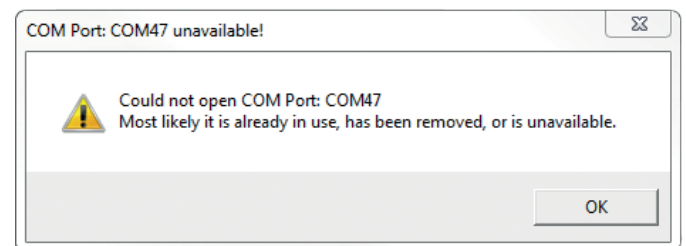
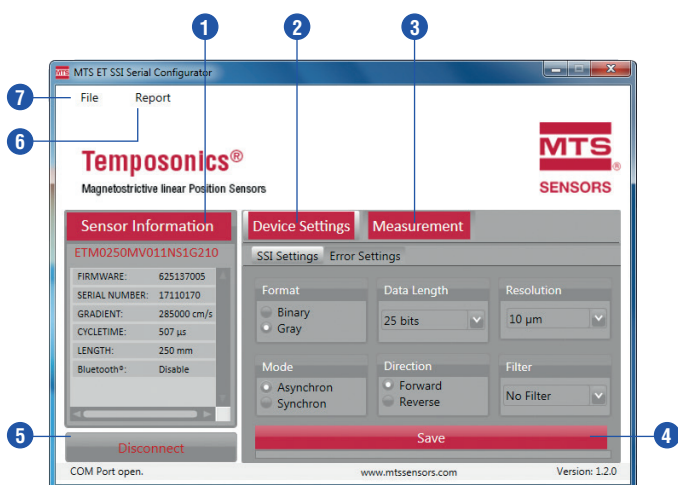

Fig. 22: Message d'erreur de port de communication non disponible
Fig. 24: MTS ET SSI Serial Configurator, SSI Settings
Une fois le programme MTS ET SSI Serial Configurator exécuté, le logiciel se connecte au dernier port de communication sélectionné et l'interface utilisateur s'ouvre (Fig. 24). Si le port de communication n'est pas disponible, un message d'erreur apparaît (Fig. 22).
- 1 **Sensor Information** contient des paramètres fixes du capteur qui ont été lus automatiquement lorsque le capteur a été branché (Fig. 24).
- 2 Le menu **Device Settings** contient des paramètres modifiables (SSI Settings, Error Settings) du capteur (Fig. 24).
- 3 Le menu **Measurement** affiche la position actuelle de l'aimant (Fig. 24).
- 4 Le bouton **Save** permet d'enregistrer les modifications éventuelles des paramètres. Ces modifications prennent effet au prochain démarrage du logiciel. La fonction **Measurement** 3 sera alors à nouveau disponible (Fig. 24).
- 5 Le bouton **Disconnect** coupe la connexion au port de communication et ferme le logiciel (Fig. 24).
- 6 Cliquer sur **Report** pour obtenir un document résumant les informations du capteur (Fig. 24).
- 7 Le menu **File** offre différentes fonctions (Fig. 24):
Paramètres SSI (Fig. 24)